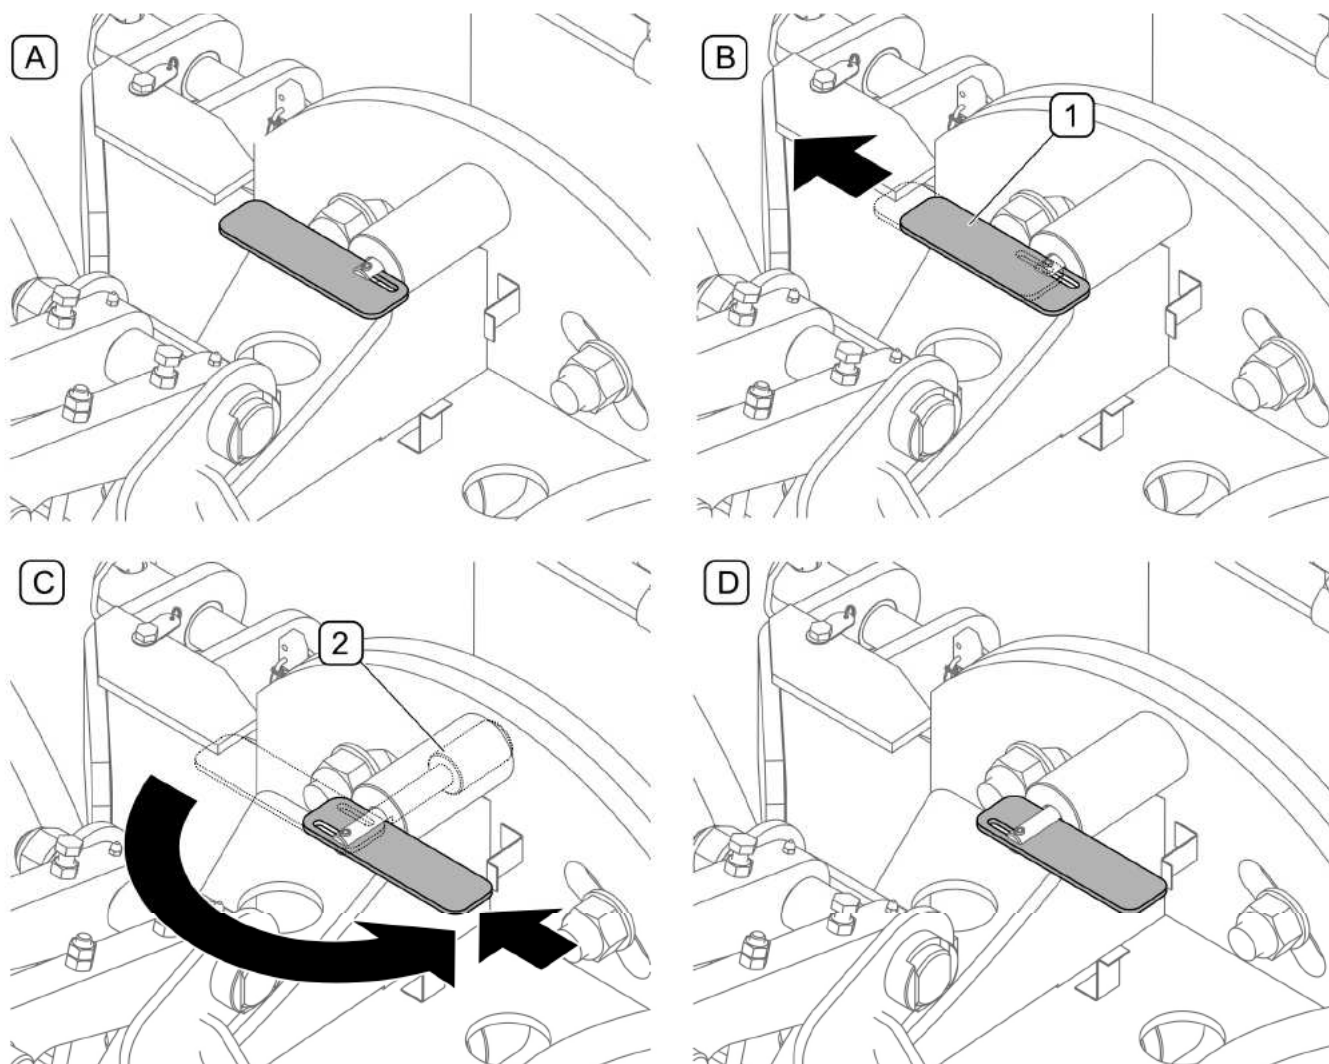

РИСУНОК 4.8 Разблокирование транспортного положения
- Переместить рукоятку (1) собачки в крайнее наружное положение продолговатого отверстия (РИСУНОК 4.8, В).
- Повернуть рукоятку на 180° - палец (2) собачки должен выдвинуться из замка (РИСУНОК 4.8, С).